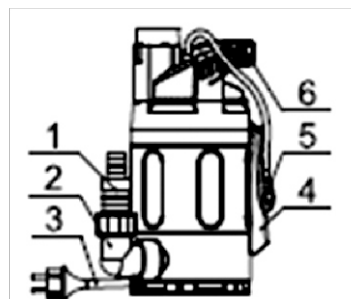

Рис.2
5) Опустите насос в воду с помощью веревки, закрепленной в ручке 6 (см.рис.2).
6) Вставьте штепсель насоса 3 в розетку (см.рис.2).
1. Снимите индуктор 5 с кронштейна 4 (см. рис.2).